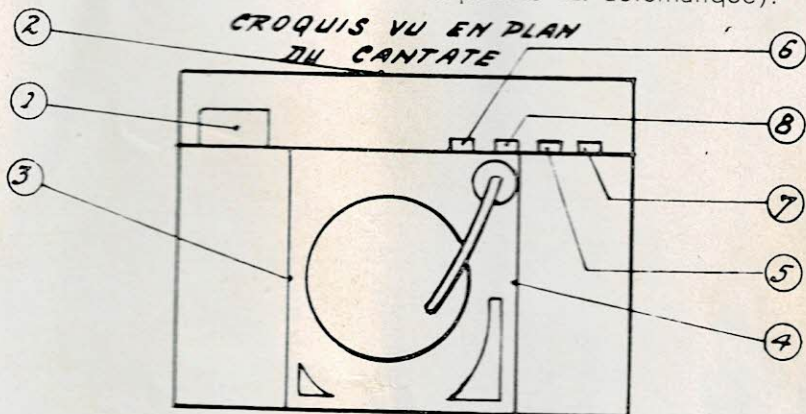
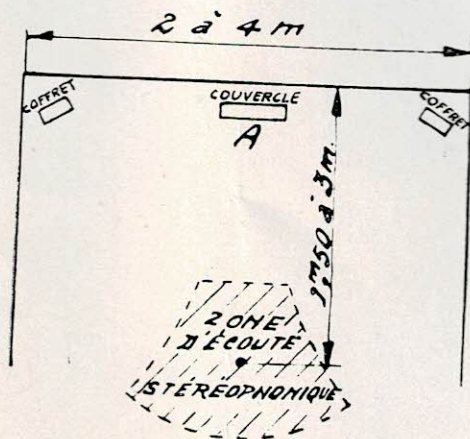

Fig. 2
Fig. 1
L'appareil est livré connecté d'origine pour secteur alternatif 50 périodes, 110 volts. Si la tension du réseau est différente (220 volts), il est nécessaire de placer le fusible (1 fig. 2) de l'amplificateur sur la position correspondante, (le changement de tension de la platine est automatique).
- a) Raccorder le cordon du haut-parleur contenu dans le couvercle, à la prise prévue à cet effet à l'arrière de l'électrophone (2 fig. 2).
- b) Oter les deux coffrets contenant les haut-parleurs auxiliaires se trouvant de part et d'autre du tourne-disque ; les disposer suivant croquis (fig. 1 page 5) et les raccorder aux prises correspondantes 3 et 4 à droite et à gauche de la platine (fig. 2).
- réglage de volume sonore (5 fig. 2);
- réglage niveau de grave (6 fig. 2);
- réglage niveau d'aigu (7 fig. 2);
- réglage de « balance » (8 fig. 2).
La zone d'audition où l'effet stéréophonique est optimum est définie par le croquis fig. 1.